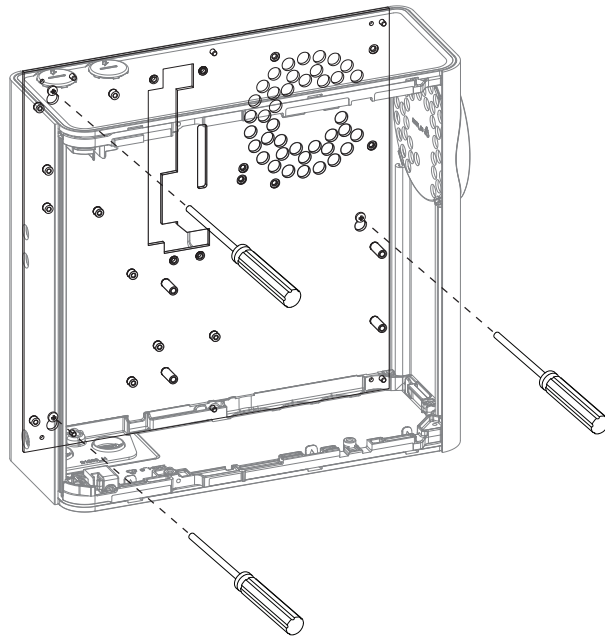

Рис. 4-14: Стопорный винт
9. Вставьте винт М4 в меньшую часть нижнего левого отверстия извещателя и затяните два других винта (Рис. 4-14).